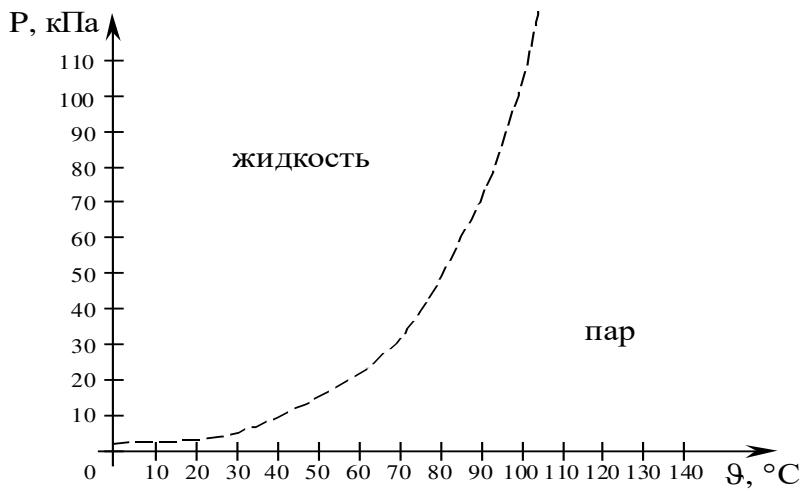
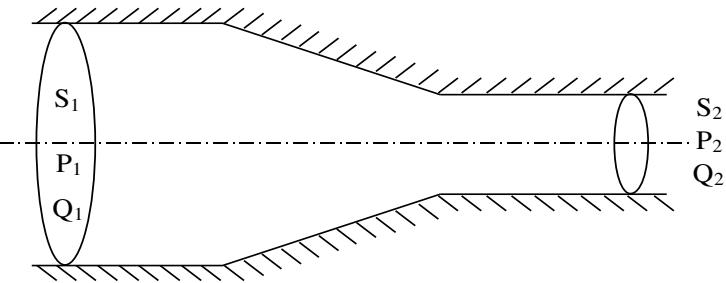

Рис. 1. Фазовая диаграмма воды
Рис. 2. Трубопровод переменного сечения
7. Вода с температурой $\theta = 40^\circ\text{C}$ протекает в горизонтально расположенному трубопроводе переменного сечения при давлении $P_1 = 10 \text{ кПа}$ и расходе $Q_1 = 2 \text{ м}^3/\text{с}$. Определить при помощи фазовой диаграммы воды (рис. 1), закипит ли вода в узкой части трубопровода (рис. 2) при известных сечениях $S_1 = 1 \text{ м}^2$ и $S_2 = 0,4 \text{ м}^2$.